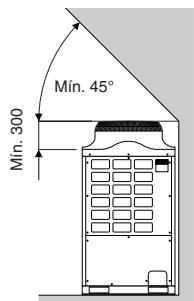

Fig. 2-4
(2) Obstáculos por cima (Fig. 2-4)